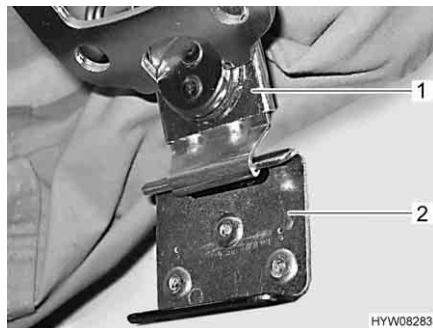

Fig. 73 Bloccaggio
- Tirare verso il basso sui due lati la serratura rapida (Fig. 73,1) e agganciarla nella piastrina di sostegno (Fig. 73,2) (Fig. 73).